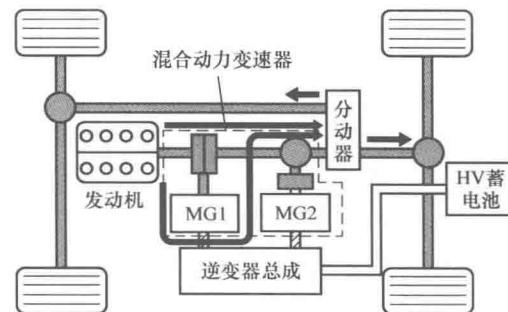

图 1-7 通过发动机加速期间
**通过发动机加速期间（图 1-7）：**发动机通过行星齿轮驱动车轮期间，MG1 由发动机通过行星齿轮驱动，产生的电能为 MG2 供电。